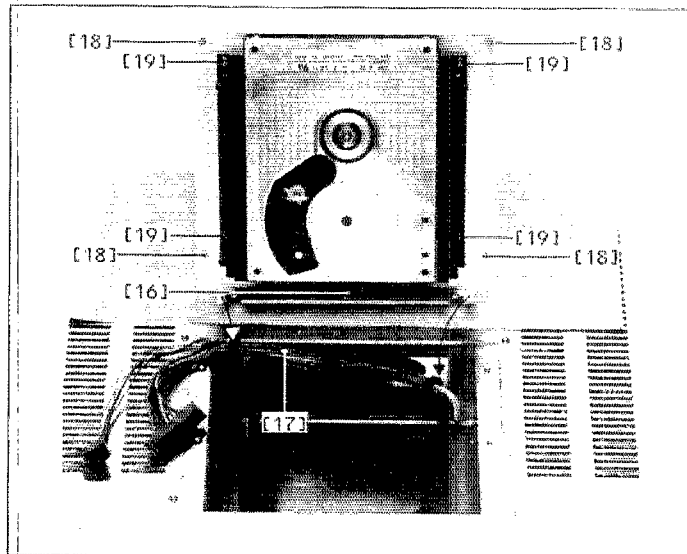

Fig. 2.6
-> Fig. 2.6
- Den Kabelstrang [17] (Fig. 2.6) freilegen.